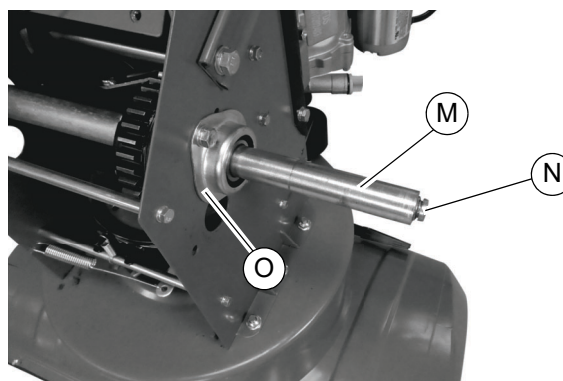

Figure 4-25. Arbres extérieur et intérieur
11. Voir **Figure 4-25**. Tenir l'arbre de grand diamètre extérieur (M) sur l'axe de roue du côté droit et frapper l'arbre de petit diamètre intérieur (N) avec un marteau anti-rebond. Cela repousse l'arbre intérieur et le sépare de l'arbre extérieur.